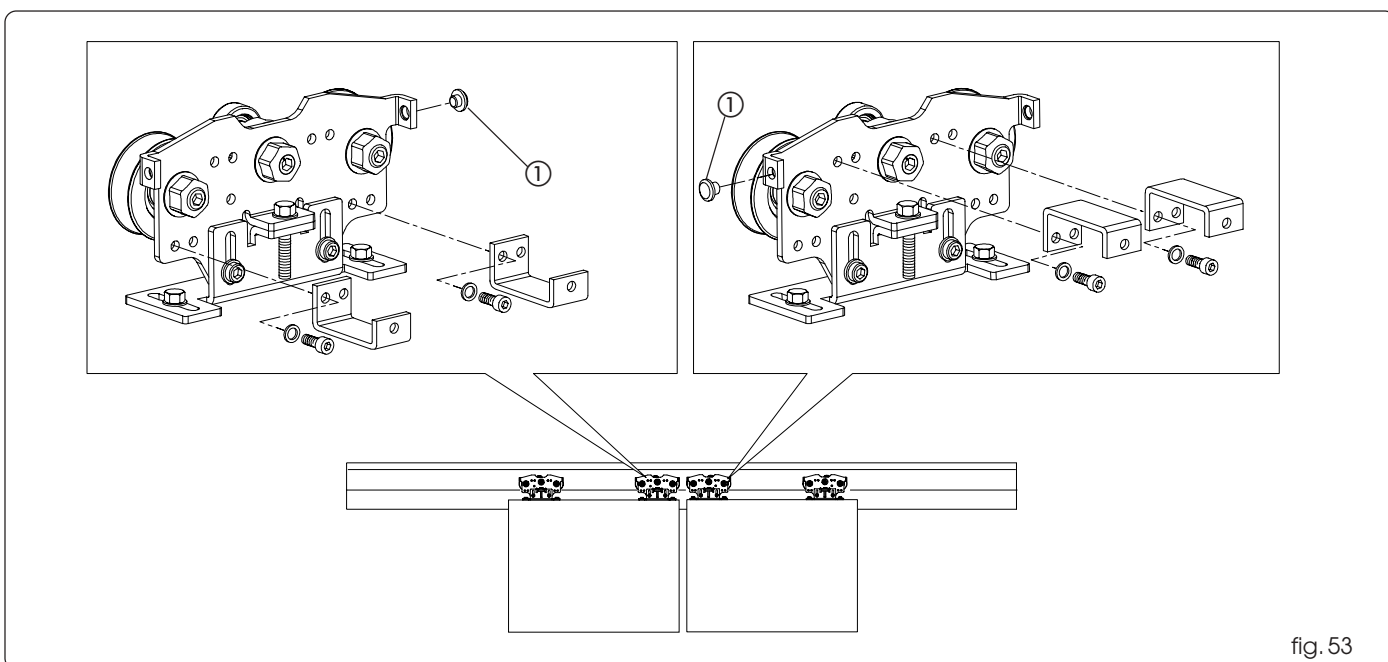

fig. 53
Monter deux plaques de blocage sur les chariots placés le plus à l'intérieur, d'après la fig. 53.
Monter les éléments en caoutchouc de butée (fig. 53 réf. ①).